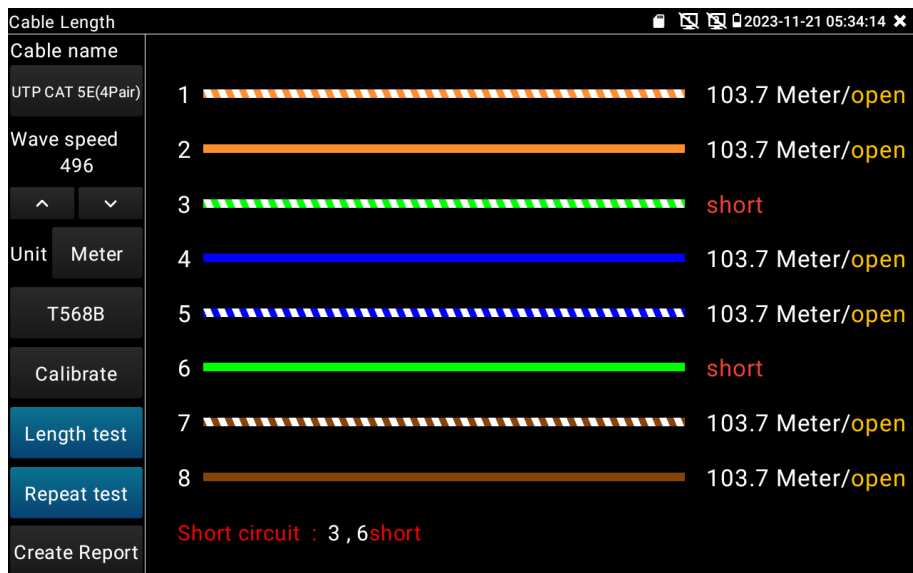

Рис. 157 Результат проверки кабеля приложением Length Test
- 4) После проверки тестер покажет в приложении примерную длину проводников в кабеле, а также КЗ, если есть (short), рис. 157